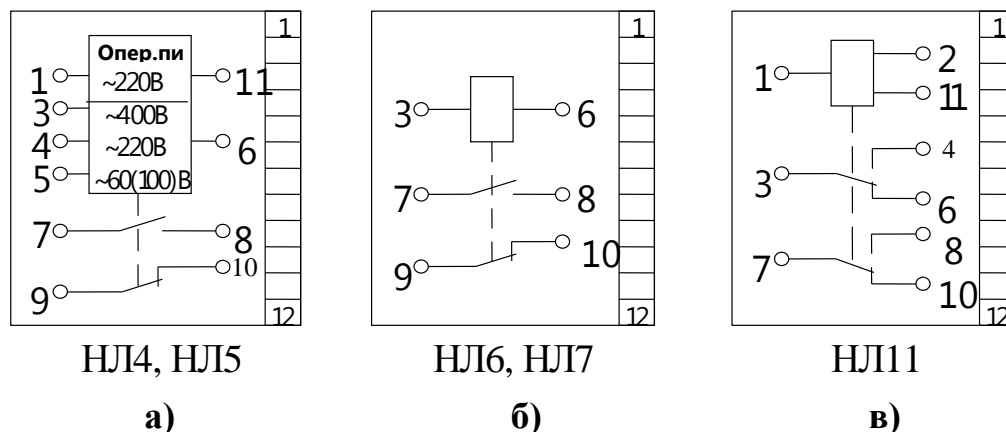

Рисунок 3 – Схемы подключения реле
При подаче оперативного напряжения питания на выводы 1-11 реле **НЛ4** (рисунок 3а) выходное реле обесточено, и его контакты (выводы 7-8, 9-10) находятся в исходном состоянии.
При подаче оперативного напряжения питания на реле **НЛ5** (рисунок 3а) выходное реле срабатывает, а по мере увеличения контролируемого напряжения – отпускает. При снижении контролируемого напряжения до уровня уставки выходное реле снова срабатывает.
При подаче контролируемого напряжения на реле **НЛ6** (рисунок 3б) выходное реле остается отключенным. При повышении напряжения до уровня уставки выходное реле срабатывает, а при снижении напряжения ниже уровня уставки на величину коэффициента возврата выходное реле отпускает.
Работа реле **НЛ7** (рисунок 3б) аналогична работе реле **НЛ6**. Отличие состоит в том, что установленная по шкале уставка в реле **НЛ6** соответствует напряжению срабатывания выходного реле, а в реле **НЛ7** – напряжению отпускания.
При подаче на реле **НЛ11** (рисунок 3в) трехфазного напряжения (выводы 1-2-11), величиной, на 10 % превышающей напряжение уставки (% от линейного значения U_n), срабатывает реле мгновенного действия и переключает свои контакты.
- в соответствии со схемой подключения реле (рисунок 3) подать соответствующее оперативное напряжение питания;
Выбор необходимого диапазона реле **НЛ4** и **НЛ5** осуществляется путем установки переключателя в нужное положение и подачей контролируемого напряжения на определенные выводы реле (рисунок 3а).